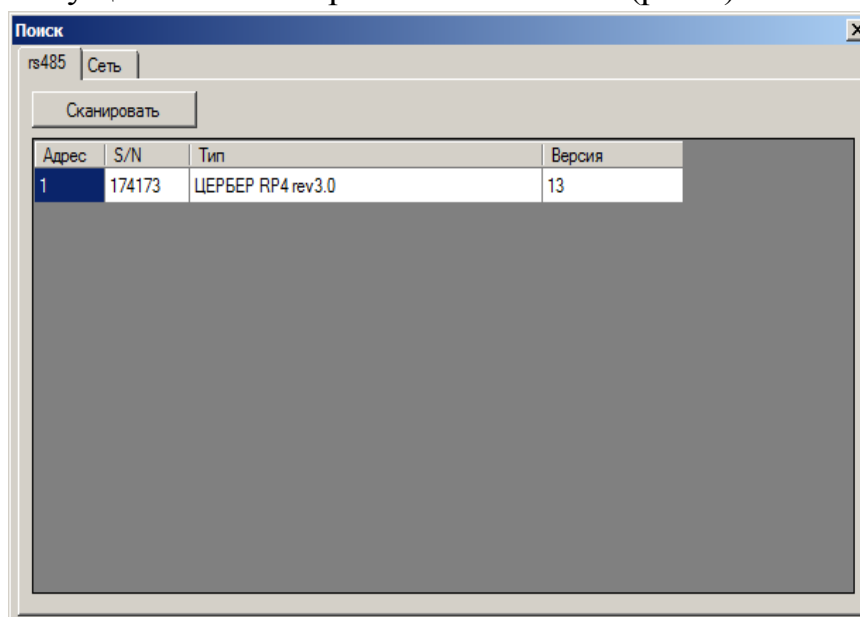

Рис.7.
Прибору должен быть установлен нулевой (0) адрес на шине RS-485. В случае если адрес прибора отличается, то необходимо осуществить смену адреса. Смена сетевого адреса осуществляется через меню “Поиск” (рис.7).